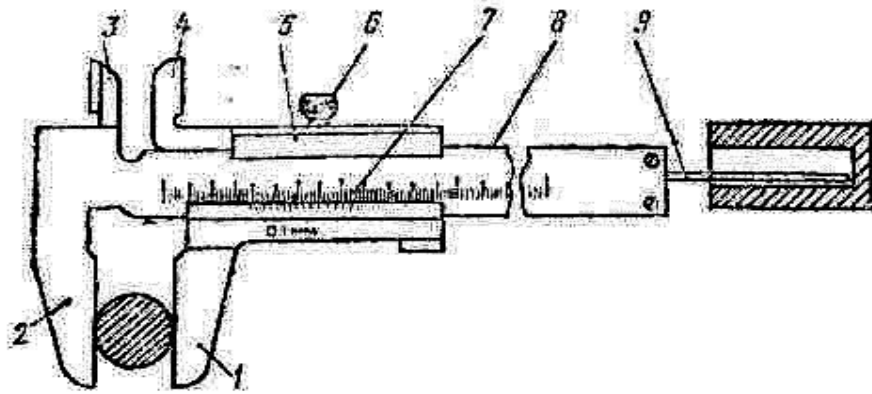

Рис. 1 А—штанга;
4. Ознакомиться с устройством штангенциркуля типа ШЦ-I с ценой деления нониуса 0,1 мм (рис. 1). Назвать позиции.
4. Указать элементы спирального сверла (рис.1).